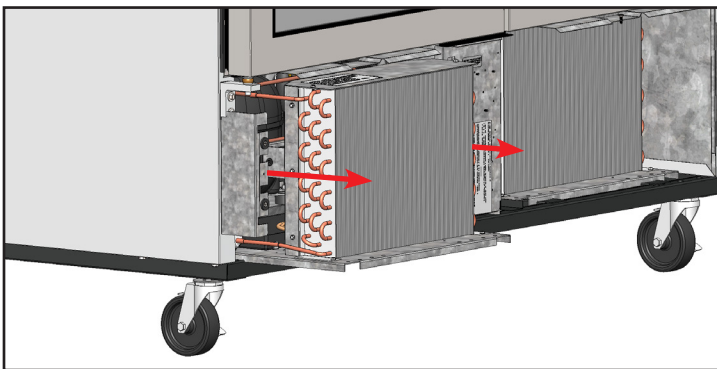

Рис. 7. Осторожно выдвинуть конденсатор.
7. Осторожно выдвинуть конденсатор (он имеет гибкие гидравлические соединения). Осторожно продуть змеевик сжатым воздухом или CO₂ до полной очистки. См. рис. 7.